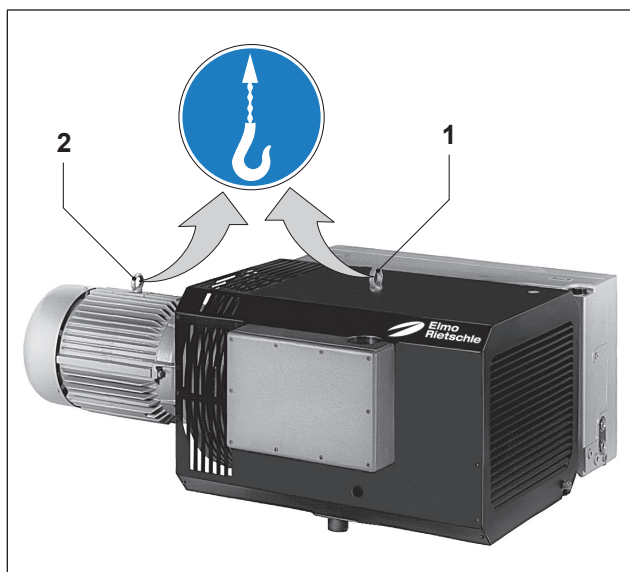

Рис. 1 Подъем и транспортировка
- б) для подъема и транспортировки машины ее необходимо подвесить с помощью подъемного устройства за рым-болты корпуса насоса (рис. 1/1) и корпуса двигателя (рис. 1/2). В случае отсутствия последнего используйте для подъема двигателя строповочную петлю.